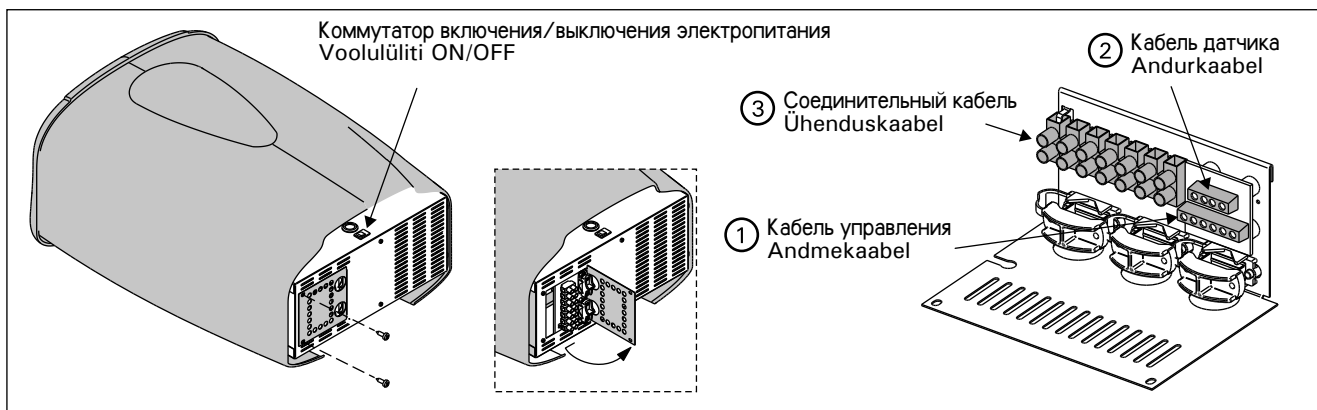

Рисунок 7. Подключение соединительного кабеля
Проще всего подключать кабель к каменке, пока она не установлена. См. рис. 7. Провода кабеля панели управления следует подключить к разъему кабеля панели управления с соблюдением цветовой маркировки.
4. Свободный конец кабель управления подключается к разъему панели управления (рис. 7: 1). **При подключении проводов кабеля очень важно соблюдать цветовую маркировку, как описано в разделе 3.1.1.**